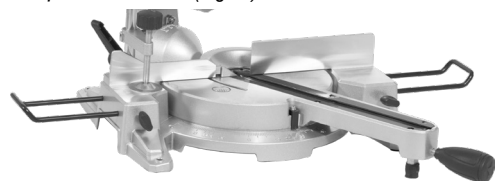

Fig. 3 – Montaje de la cabeza articulada
1. Suelte el tornillo (Fig. 3);
3. Aprete el tornillo (Fig. 3).